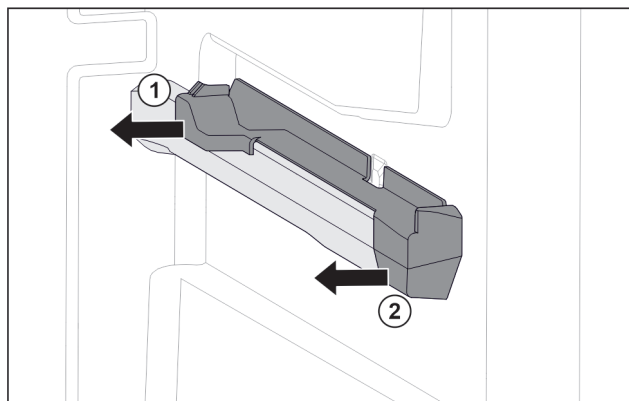

Fig. 101 Natični dio na desnom žlijebu spremnika
- Skinite natični dio straga u stranu. Fig. 101 (1)
- Skinite natični dio sprijeda u stranu. Fig. 101 (2)